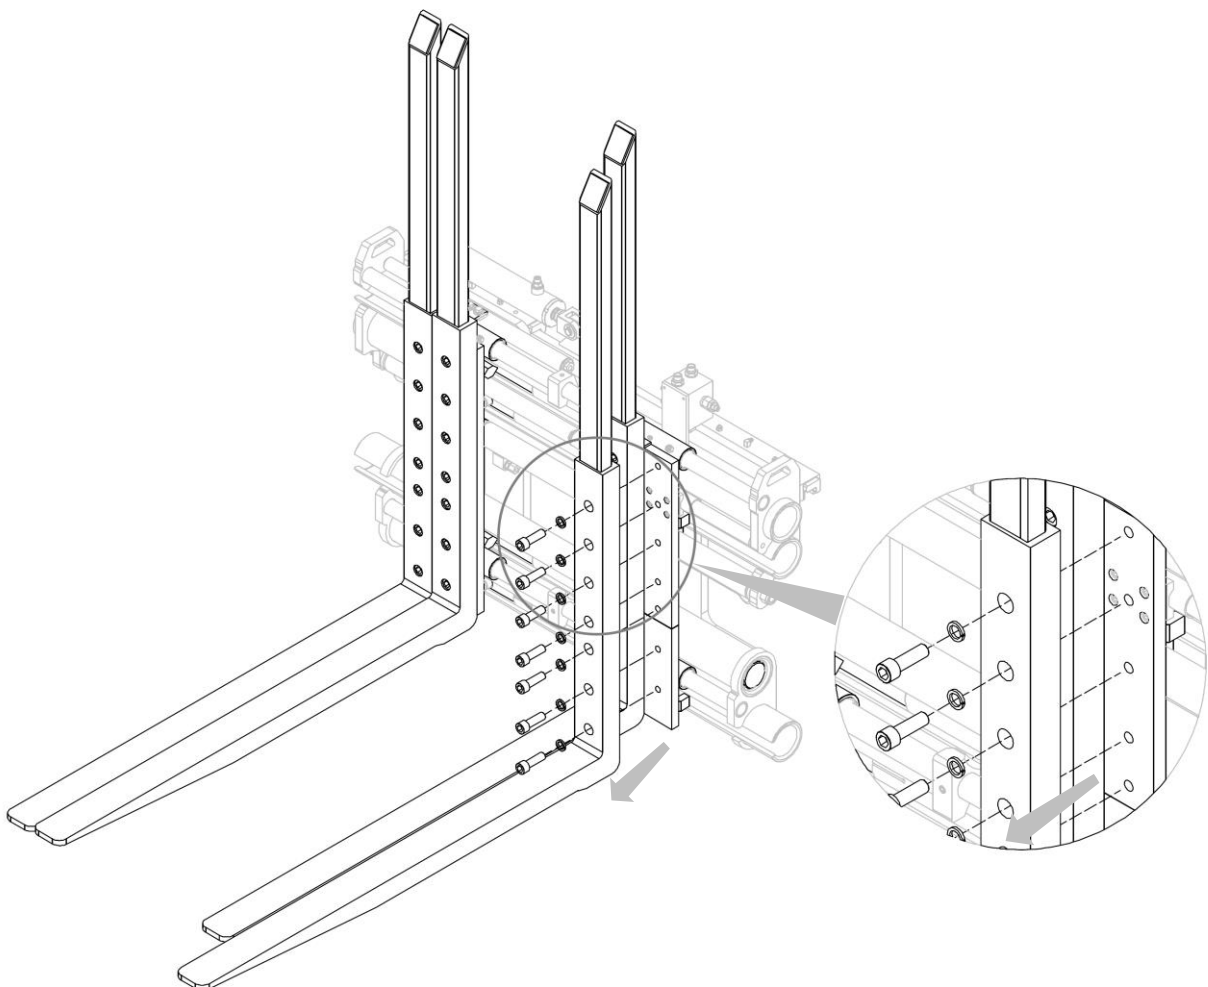

Figura 16
2. Quite todos los tornillos que sujetan las horquillas (mira *Figura 16*).